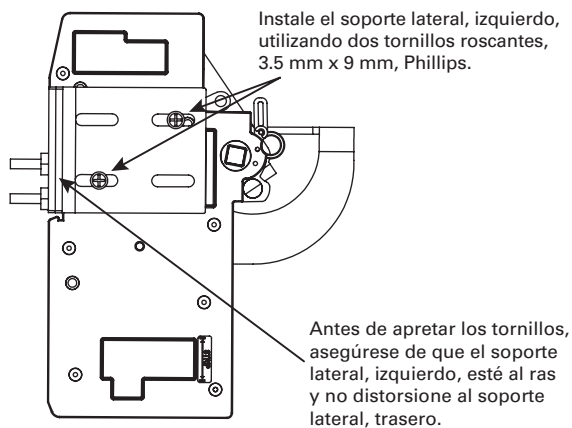

Fig. 2-5. Monte el soporte lateral, izquierdo, al interruptor.
- Soporte lateral izquierdo en el lado izquierdo del interruptor. Emplee dos tornillos roscantes, 3,5 mm x 9 mm, Phillips, teniendo cuidado de alinear el soporte del lado izquierdo de modo que quede al ras con el soporte trasero. Aplique un par de apriete de 12 lb-pulg (vea la Fig. 2-5)